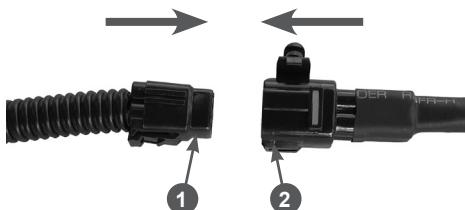

Рис. 22 Подключение электрооборудования панели
— установите дефлектор жёлоба на трансмиссию и закрепите его с помощью болта и гайки (Рис. 22).
- 14. Соедините разъёмы цепи питания фары и обогрева рукояток (Рис. 22).